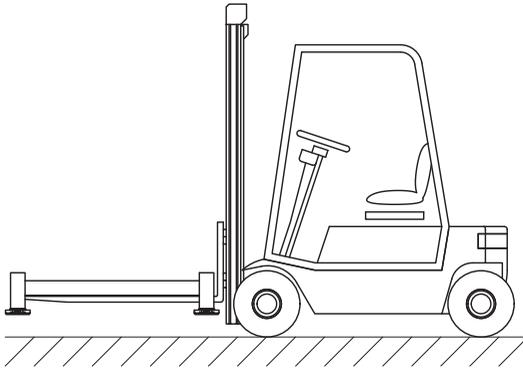
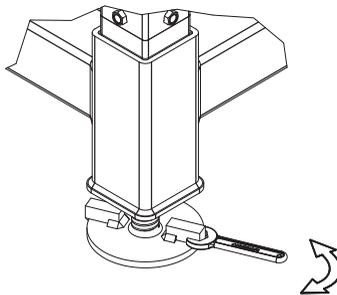

Figure 12. Levage du cadre inférieur avec un camion.
Figure 13. Réglage de la hauteur du pied avec une clé de 22 mm.
1. Vérifiez que le sol, à l'endroit où le système de chargement MkII doit être placé est relativement plat. La base du système de chargement MkII est équipée de pieds réglables permettant un ajustement de 5 degrés. Utilisez un chariot élévateur pour manipuler le cadre inférieur. Positionnez les fourches sous les tubes horizontaux et écartez les fourches avant de soulever. Voir Figure 12. Placez le cadre inférieur sur le sol. Utilisez un niveau à bulle pour vous assurer de l'horizontalité du cadre inférieur. Si le niveau n'est pas correct, faites tourner les pieds à la main ou avec une clé de 22 mm, ou tapez sur la barre de réglage à l'aide d'un marteau pour ajuster les pieds jusqu'à ce que le cadre inférieur soit de niveau. Voir Figure 13.